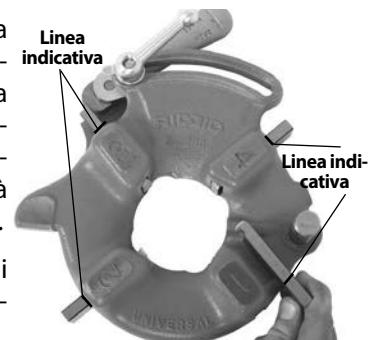

Figura 8 – Inserimento dei pettini
- Sollevare la linguetta della rondella facendola fuoriuscire dalla fessura nella barra graduata. Spostare la rondella fino all'estremità della fessura (Figura 8).
- Inserire gli opportuni pettini nella testa portapettini con il margine numerato rivolto verso l'alto, fino a quando la linea dell'indicatore sarà a pari con il margine della testa portapettini (vedere Figura 8). I numeri sui pettini devono corrispondere ai